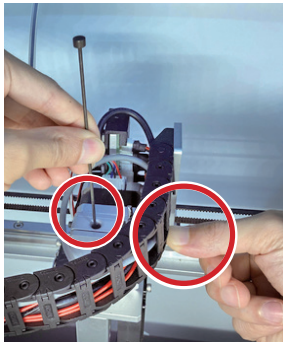

Fig. 1
4. Inserire l'asta di espulsione attraverso l'ingresso del filamento nell'estrusore. Si veda fig. 1.